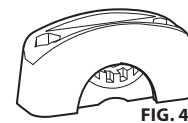

FIG. 4
- Pour un cordon d'un diamètre de 14,9 à 19 mm (0,50 à 0,75 po) (y compris les câbles plats) : utiliser le collier de serrage et orienter la pièce rapportée comme illustré à la Fig. 4.